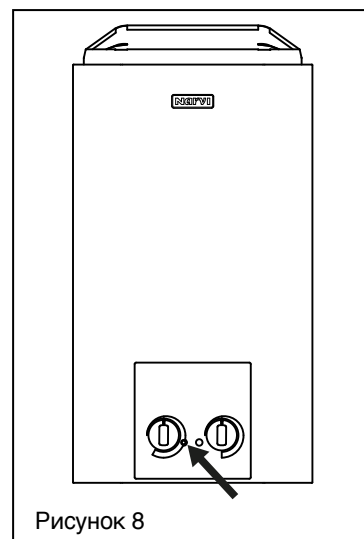

Рисунок 8
- В случае чрезмерного повышения температуры в сауне, ограничитель отключит каменку от электросети. Каменка может быть включена снова, для этого нужно включить ограничитель температуры, нажав на него тупым предметом через отверстие \varnothing 3 мм в торце электрической коробки. Смотрите рисунок 8.